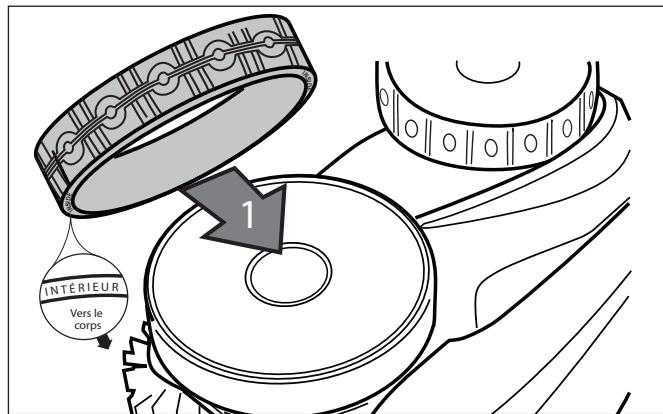

Figure 35. Orientation de remplacement du pneu
3. Pour remplacer le pneu, positionnez le pneu sur la roue en vous assurant de l'orienter de manière à ce que l'indication INSIDE (intérieur) soit face au corps du nettoyeur (Figure 35).